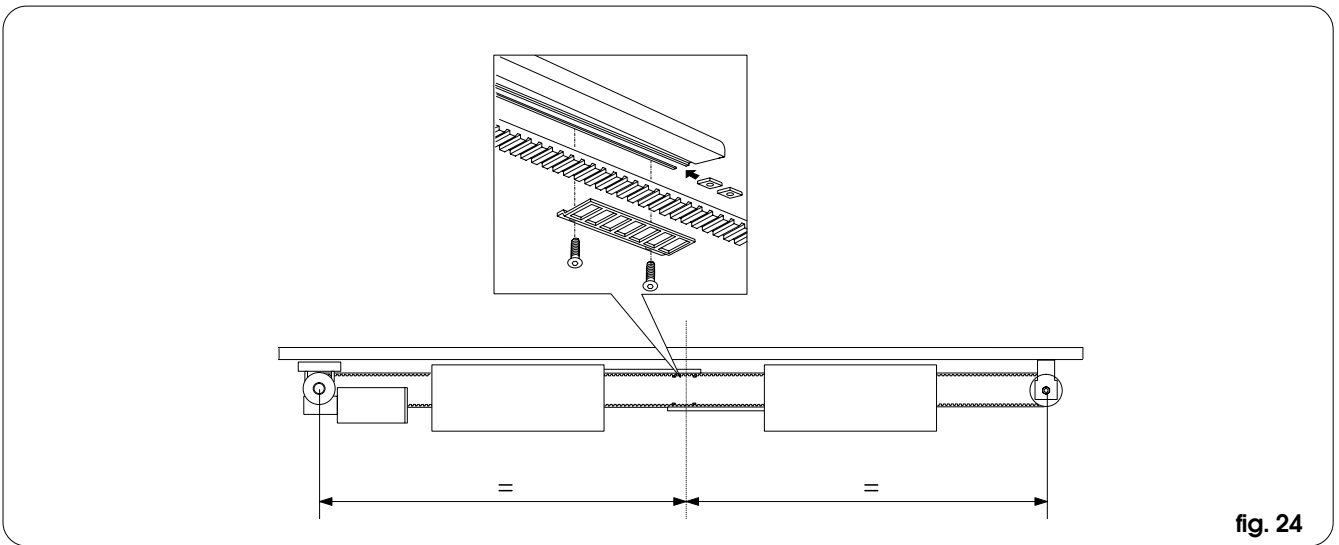

fig. 24
- En las puertas de hoja doble: monte la segunda barra de movimiento como se indica en la fig. 24.